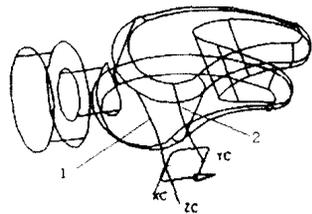
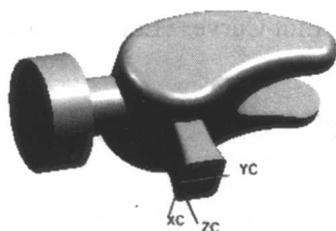

图 1-26 扫描实体
图 1-27 实体
(8) 利用 Free Form Feature→Swept 生成扫描实体 (图 1-26), 分别以圆弧 1、2 为 Guide String, 以方框为 Section String, 生成的实体与锤头做相加布尔运算, 结果如图 1-27 所示。